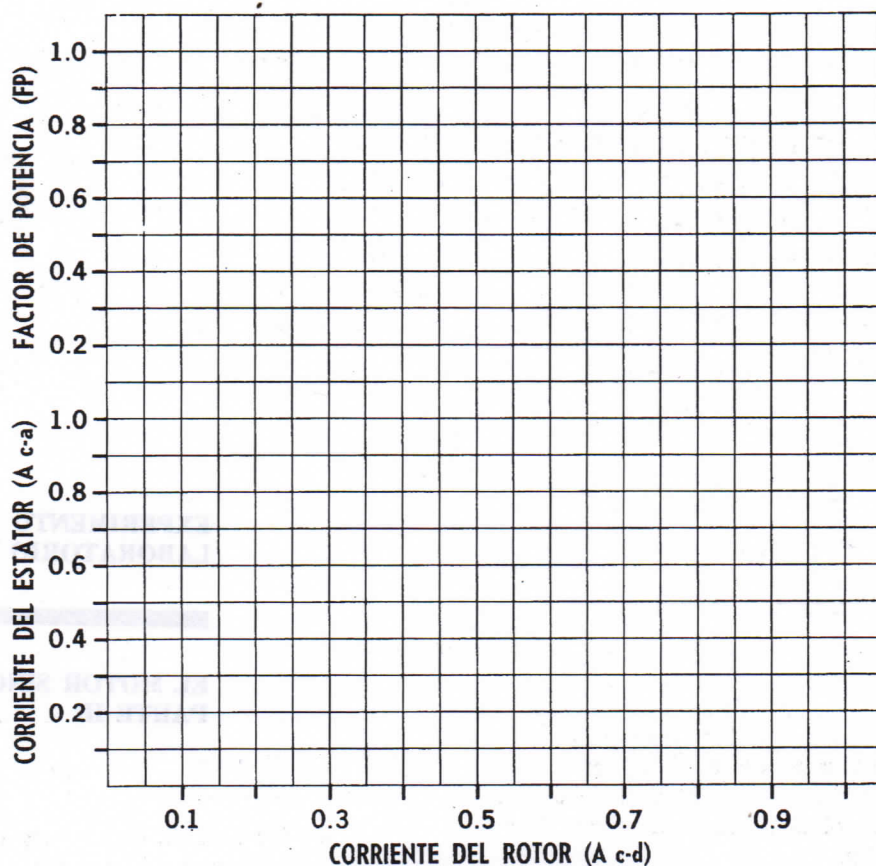

Figura 54-2
1. a) En la gráfica de la Figura 54-2 marque los valores anotados de corriente alterna en función de los valores de corriente directa según la Tabla 54-1.
c) En la gráfica de la Figura 54-2 marque los factores de potencia medidos en función de los valores de corriente según la Tabla 54-1.